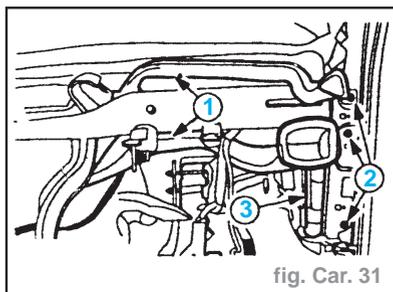

fig. Car. 31
- Déclipser et déposer les tuyaux de ventilation (1). (fig. Car. 31)
- Déposer les vis (2).
- Détacher les faisceaux de câblage de la traverse (un représenté) (3).